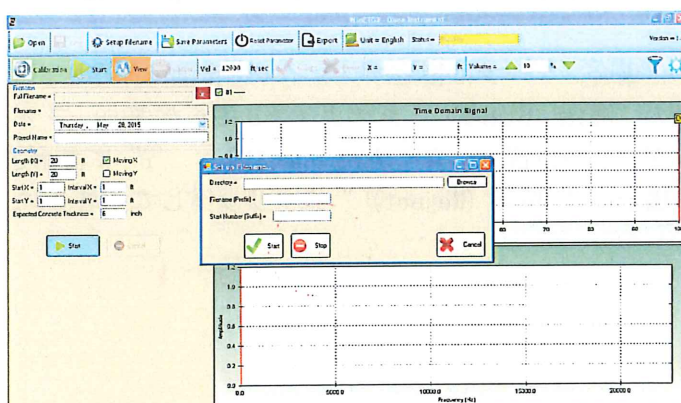

図 4-5 連続測定モードでのファイル名の設定
5. 受波後、図 4-5 に示すように“状態(Status)”フィールドが“承認または拒否 (Accept or Reject)”となり、上部に受波波形、下部に周波数解析結果が表示されます。結果を受入れる場合は“承認 (Accept)”を、承認せず再測定する場合は“拒否 (Reject)”をクリックしてください。
1. 連続測定モードを利用するためには、メインメニューの“(自動)ファイル名の設定 (Setup Filename)”をクリックしてください。図 4-5 に示すダイアログボックスが開きます。“閲覧 (Browse)”ボタンをクリックして“ディレクトリ (Directory)”に保存するディレクトリを指定してください。“ファイル名 (接頭名称) (Filename Prefix)”には、保存するファイル名の固定値を、“開始番号 (接尾名称) (Numerical suffix)”には自動で付加する連続数値の開始番号を入力してください。入力が完了したら“スタート (Start)”をクリックしてください。ダイアログボックスが終了します。
5. 受波後、図 4-5 に示したように“状態 (Status) ” フィールドが“承認または拒否 (Accept or Reject) ” となり、上部に受波波形、下部に周波数解析結果が表示されます。結果を受入れる場合は“承認 (Accept) ” を、承認せず、再測定する場合は“拒否 (Reject) ” をクリックしてください。